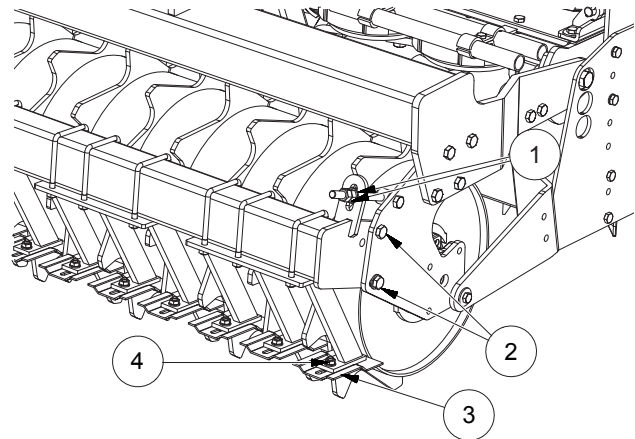

FIG. 33
- Die Schraubenmutter lockern (2, "Fig. 33").
- Die Schraubenmutter (1) lockern bis zum Annähern des Schabers an der Walze, soweit gewünscht.